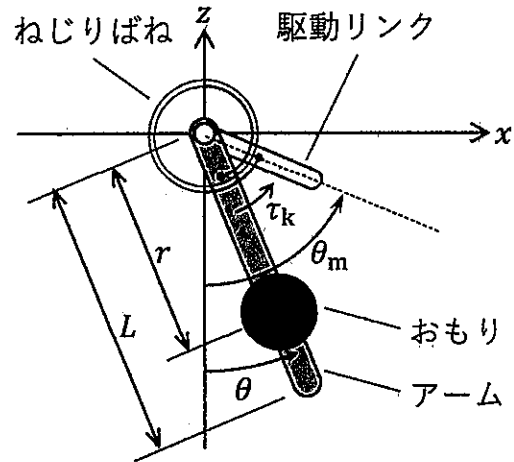

図 2-1 : おもり付きアーム
図 2-1 のように長さ L で質量 M のアームがあり、回転中心から r の位置に質量 m のおもりを固定できるようになっている。アームの質量は長さ方向に均等に分布し、おもりは質点とみなせるものとする。アームは原点を中心に回転し、回転角は z 軸負方向から反時計回りに θ とする。また、これとは別に原点を中心に回転できる駆動リンクがあり、その角度を z 軸負方向から反時計回りに θ_m とする。駆動リンクとアームは、質量を無視できるねじりばね ($\tau_k = k(\theta - \theta_m)$ のトルクを発生するばね) で接続できるものとする。このとき以下の問いに答えよ。
- [2] 図 2-1 のシステムを鉛直面内に設置した場合、次の各場合において、アームが左右に揺れる時の θ に関する運動方程式を書き、 θ が微小な場合の周期を計算せよ。重力加速度は z 軸負方向に大きさ g であるとし、摩擦や粘性抵抗は無視してよい。答えに用いてよい文字は θ , M , m , L , r , I_p , g とする。
- [3] 図 2-1 のシステムを水平面内に設置し、おもり付きアームと駆動リンクがばねで接続され、かつ、アームの角速度に比例した抵抗トルク (比例定数は c) がある場合、次の問いに答えよ。おもり付きアームの原点回りの慣性モーメント I_A を用いてよい。